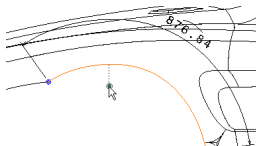
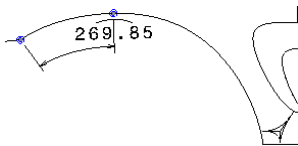

图 6-367
图 6-368
⑤ 指定要标注尺寸的曲线部分的第二个端点，如图 6-367 所示。
⑥ 单击工程图中的其他位置以确认创建尺寸。
⑦ 右键单击尺寸，在快捷菜单中选择 **Dimension Object**（尺寸对象）→**Dimension Representation**（尺寸表示形式）命令，设置曲线为 **Parallel**（平行），则创建如图 6-368 所示的部分曲线长度尺寸。